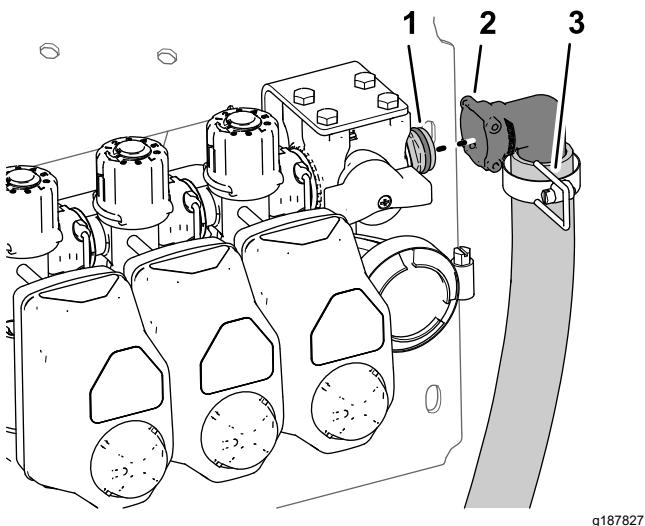

Рисунок 44
- Снимите держатель, который крепит прямоугольный штуцер типа «елочка» перепускного шланга к быстроразъемному штуцеру перепускного клапана на клапане правой секции стрелы, и отделите шланг и штуцеры клапанов друг от друга (Рисунок 44).